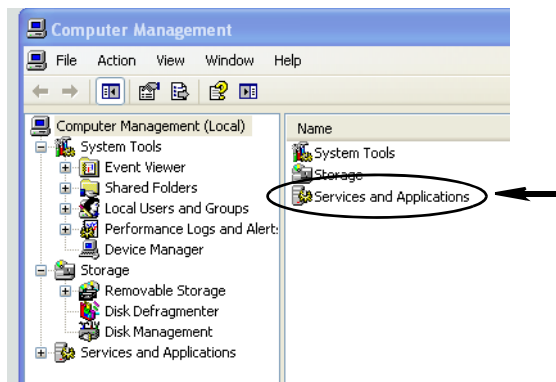

FIG. 35
- b. Haga doble clic en Servicios y aplicaciones (FIG. 35).